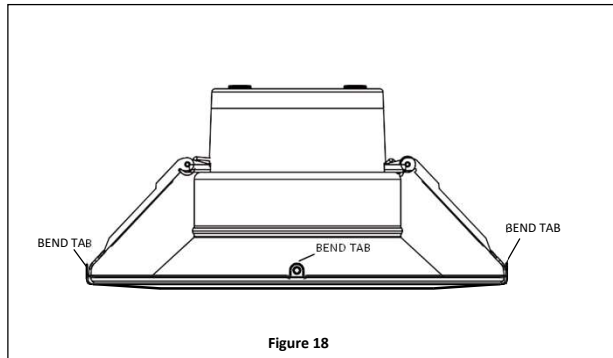

Figure 18
4. Une fois que ces pièces sont enclenchées, localisez les quatre pattes de fixation sur la garniture. Pliez-les vers l'intérieur, à la main, jusqu'à ce que la garniture soit bien serrée contre le luminaire. **Reportez-vous à la Figure 18.**